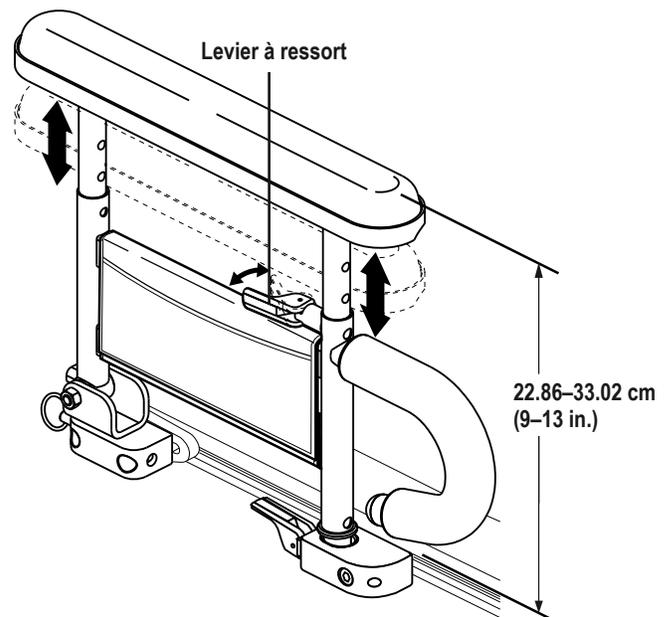

Figure 9. Réglage de la hauteur des accoudoirs à deux montants
1. Pousser le levier à ressort vers l'intérieur. **Voir la figure 9.**